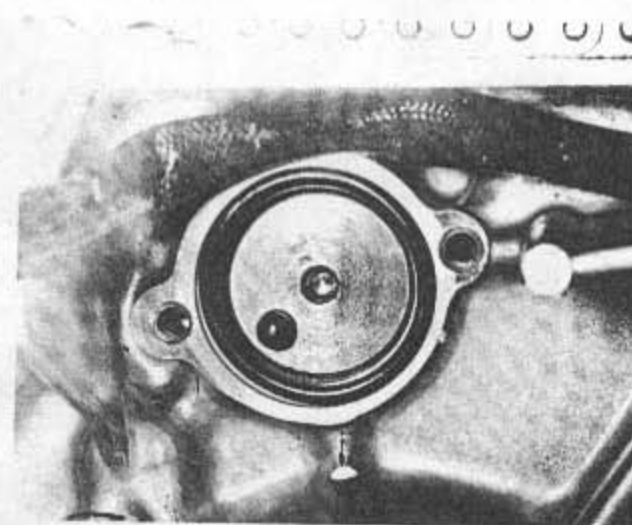

Bild 136
- In die Aussparung für den Schalter wird ein neuer O-Ring eingelegt. In die Bohrung am Schaltwalzenende wird der Kontakt und dessen Feder eingepasst (Bild 136). Nun kann das Gehäuse des Ganganzeigeschalters aufgesetzt und die beiden Befestigungsschrauben festgezogen werden. Man beachte, dass die linke Gehäuseschraube auch dazu dient, eine kurze Platte festzuhalten, welche die Alternatorkabel führen soll. Bevor die Schraube festgezogen wird, führe man die Kabel an der Oberseite des Schalters entlang und sichere sie mit der Klemmplatte (Bild 137).